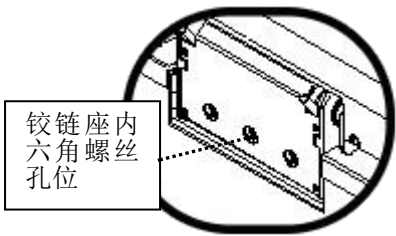

图 34
- 10.8 如开盖后上盖无支撑力，可用内六角扳手顺时针均匀性地调节机器铰链座内的六角螺丝（图 34），调整至盖子与机身呈约 25° 倾斜。（六角螺丝孔位数请以实物为准）